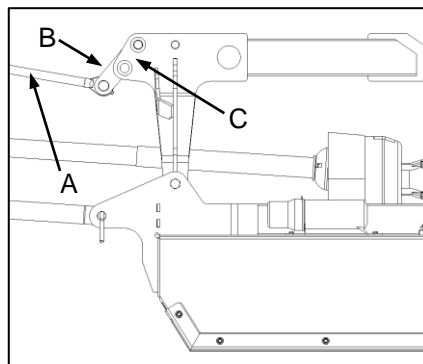

Fig. 1
- ✔ With the implement in the working position, the tractor 3-point hitch top link length should be adjusted (Fig. 1-A) to allow the flexible link (Fig. 1-B) to assume an angle of approx. 45 degrees. Note that multiple hole locations (Fig. 1-C) are available in order to achieve an acceptable hitch geometry in both the working and lifted positions.
- ✔ Met die implement in die werksposisie, moet die lengte van die trekker se 3-punt bo-koppeling aangepas word (Fig. 1-A) om die buigbare skakel (Fig. 1-B) toe te laat om 'n hoek van ongeveer 45 grade te vorm. Let daarop dat veelvuldige gate-liggings (Fig. 1-C) beskikbaar is om 'n aanvaarbare koppelgeometrie in beide die werks- en opgehefte posisies te bereik.